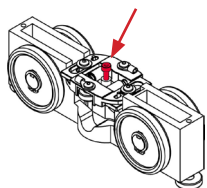

Figura 1: Spina di sicurezza
- Fissare il supporto alla stazione di carica a muro/al sistema di guide autoportante, Figura 1. Altezza raccomandata: 110–120 cm dal pavimento.
Per poter montare e smontare il sollevatore dalla guida con il QuickTrolleySystem, la spina di sicurezza indicata in rosso in Figura 1 necessita di un foro nella guida che permette alla spina di sicurezza di scorrere verso l'alto e il basso. Il sollevatore potrà essere montato e smontato dalla guida solamente nella posizione in cui è stato praticato il foro.
Disporre la spina di sicurezza nella posizione desiderata tra i lamierini del caricabatterie, Figura 1. La lunghezza della spina di sicurezza dipende dall'altezza della guida, Tabella 2.
- 1) Accertarsi che i punti di ricarica siano impostati per la ricarica nelle guide e che il lamierino del caricabatterie non sia fissato con le spine elastiche, vedere Figura 1. Per impostare i punti di ricarica per la ricarica sulle guide, rimuovere le spine elastiche che fissano il lamierino del caricabatterie in posizione. Impostare quindi il dip-switch sul circuito stampato per la funzione di ricarica desiderata.
- 1) Accertarsi che i punti di ricarica siano impostati per la stazione di ricarica e che il lamierino del caricabatterie sia fissato con le spine elastiche, vedere Figura 1.